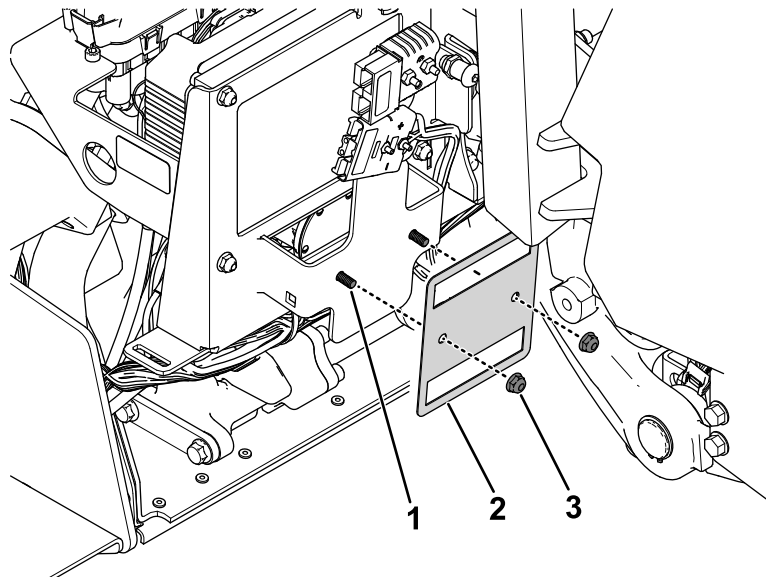

Figur 35
2. Afmonter og gem sikringsenhederne (sikringer og kabler) fra sikringsbeslaget (Figur 35).
4. Monter sikringsenhederne på det nye sikringsbeslag (Figur 35).